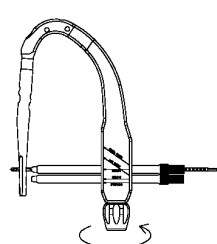

図 3
- 3) ターゲットデバイスにディスタルスクリュー用ドリルスリーブを組み付けたディスタルスクリュー用スリーブを装着し、ディスタルスクリュー用ドリルを通し、ネイルのディスタルスクリューホール (スタティック及びダイナミックホール) に干渉しないで通過することをチェックします。(図 3)